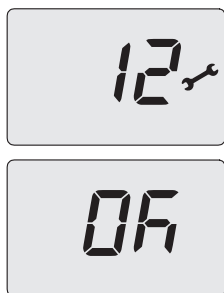

Рисунок 9.4
- За допомогою кнопок 12 або 13 змініть значення параметра 28 від **01** до **48** місяців (Рисунок 9.4). У разі встановлення параметра 28 на значення **99** запит на технічне обслуговування вимкнеться (символ  зникне з дисплея).